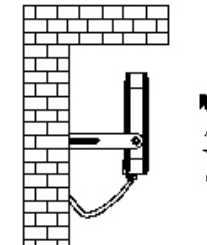

Bild 3
4. Den LED-Strahler an den Halter mit Schrauben, Unterlegscheiben und Zahnscheiben anschrauben. Den LED-Strahler ausrichten (Bild 3) und die Schrauben anziehen.